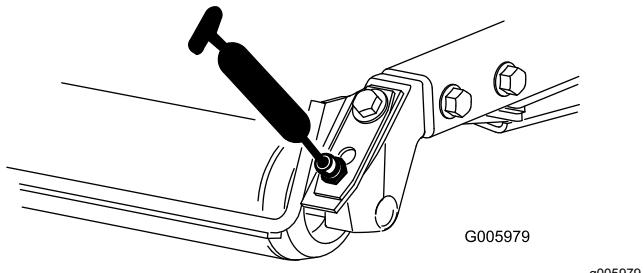

Figura 49
- Cojinetes de los rodillos traseros (2 por unidad de corte), como se muestra en la Figura 49.